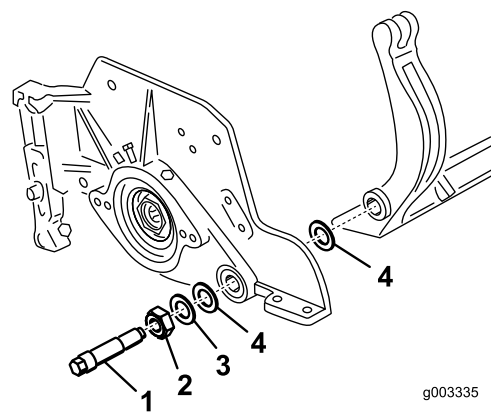

**Figure 31**
3. De chaque côté de la machine, desserrez le contre-écrou de fixation du boulon de la barre d'appui (Figure 31).
4. Retirez les boulons de la barre d'appui de façon à pouvoir abaisser la barre et la déposer de la machine (Figure 31). Mettez de côté les 2 rondelles en nylon et